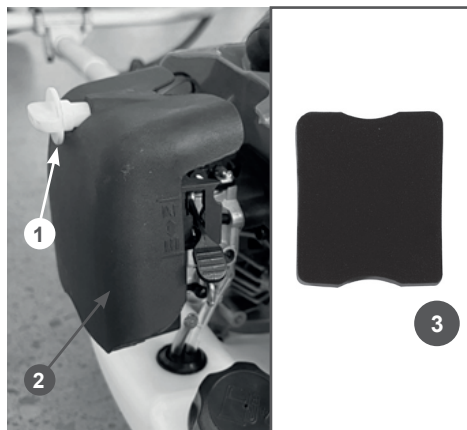

Рис. 16 Воздушный фильтр
1. Открутите винт 1 и снимите крышку воздушного фильтра 2 (Рис. 16).
6. Очистите от загрязнений крышку воздушного фильтра (Рис. 16).